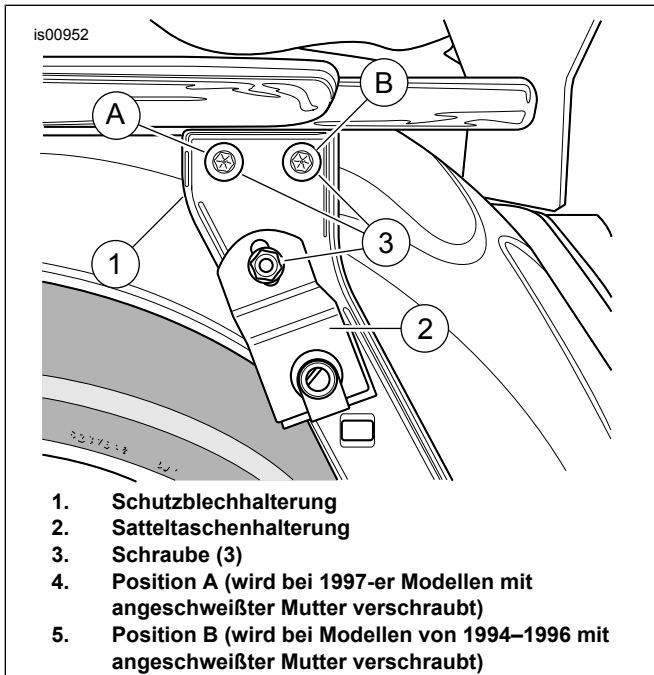

Abbildung 1. Ausbau der Originalschraube
5. Siehe Abbildung 1. Die drei Schrauben beiderseits des Motorrads ausbauen und entsorgen. Die Anordnung der Befestigungsteile auf der Zeichnung beachten. Das Distanzstück für den Einbau der Satteltasche und der Halterung aufbewahren.